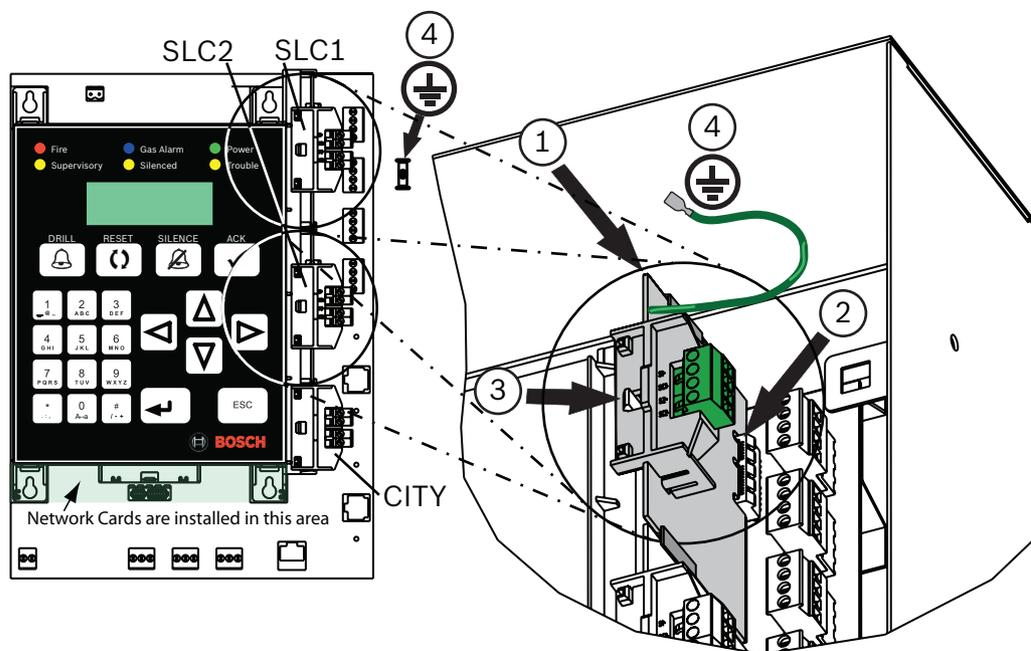

Figura 4.9 Instalação dos Módulos tipo Plug-in Opcionais
A placa principal permite instalar módulos tipo plug-in. O primeiro Circuito de Linha de Sinalização FPE-1000-SLC é um equipamento obrigatoriamente instalado na posição superior da placa principal (consulte a *Figura 4.9*). Um segundo módulo tipo plug-in FPE-1000-SLC pode ser instalado opcionalmente na posição abaixo da primeira placa SLC.
1. Coloque o módulo tipo plug-in na posição correta, com o texto horizontal inscrito no terminal virado para o lado frontal do painel de controle. Deslize o módulo plug-in cuidadosamente até à posição correta (consulte a *Figura 4.9*, Item 1)
2. Certifique-se de que as conexões se encaixam adequadamente no slot (consulte a *Figura 4.9*, Item 2).
3. Pressione ligeiramente para baixo, até o gancho de encaixe rápido travar corretamente (consulte a *Figura 4.9*, Item 3).
4. Conecte o fio de ligação à terra ao pino de terra no lado direito da placa principal (consulte a *Figura 4.9*, Item 4).